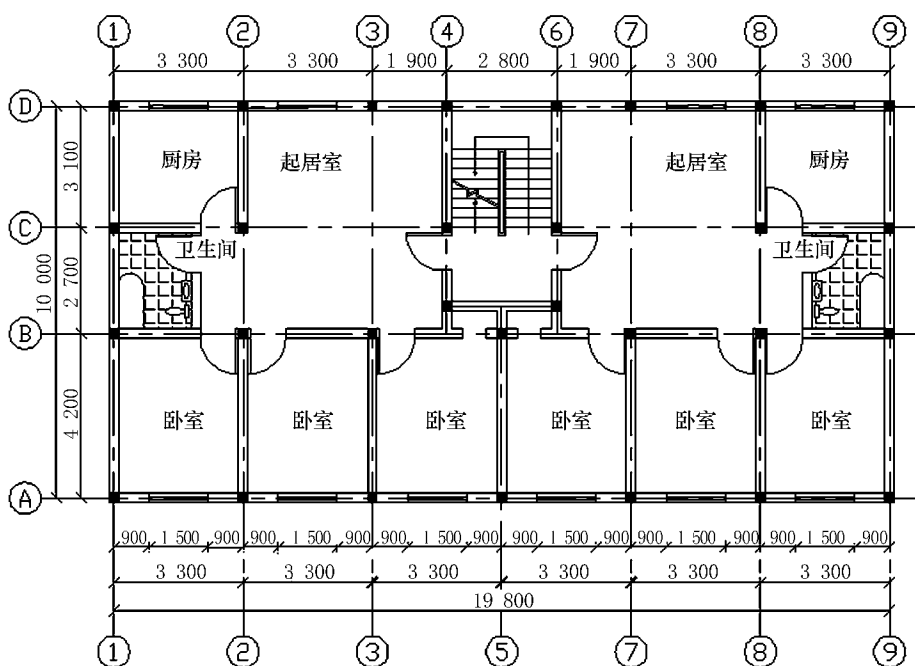

图 3.33
5. 正确识别如图3.33所示某一建筑平面图,按图中的尺寸1:1绘制。可以练习到所有学过的编辑命令,包括多线编辑。